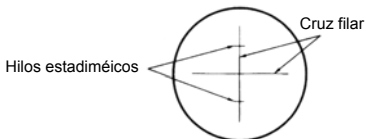

Fig. 4.6
- 1) Observe la mira y cuente el número de centímetros ρ entre las dos líneas del retículo. (Fig. 4.6)